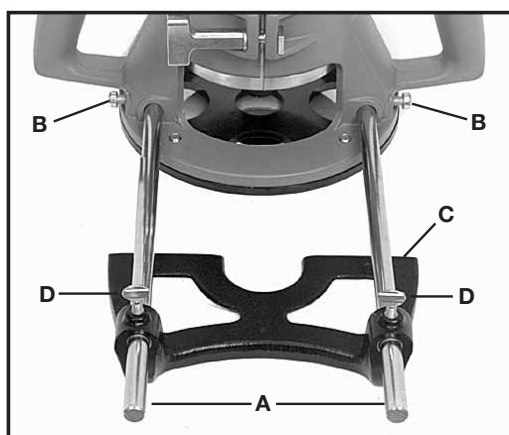

Fig. 6
Pour assembler, insérez les tiges de guidage (A) dans les trous pratiqués dans la base, Fig. 6, et fixez à l'aide de vis (B). Le guide (C) se règle sur les tiges et se fixe à la position désirée à l'aide de vis à ailettes (D).